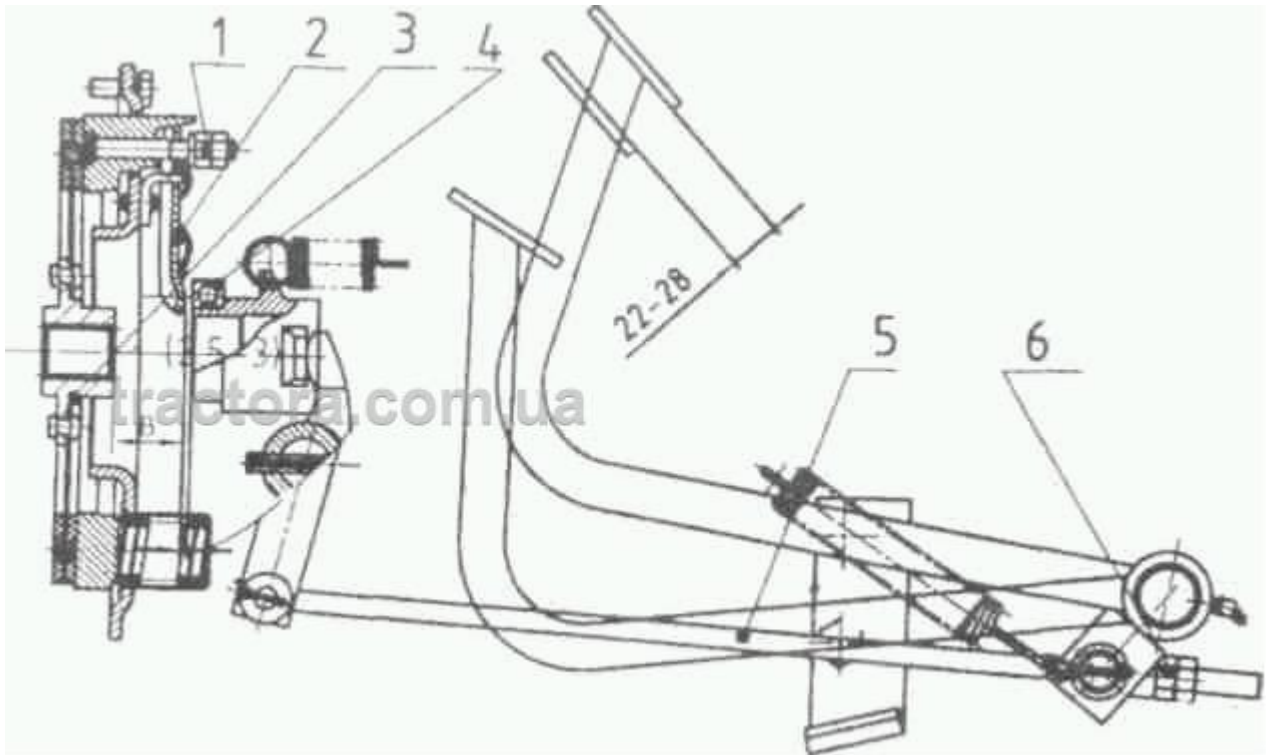

Рис.4. Механизм сцепления.
- Схема сцепления показана на рис. 4. Оно преимущественно состоит из трех частей: ведущая часть, ведомая часть и контролируемая часть. Ведущая часть вращается с маховым колесом. Ведомая часть может вращаться с двигателем, только когда сцепление зацеплено.